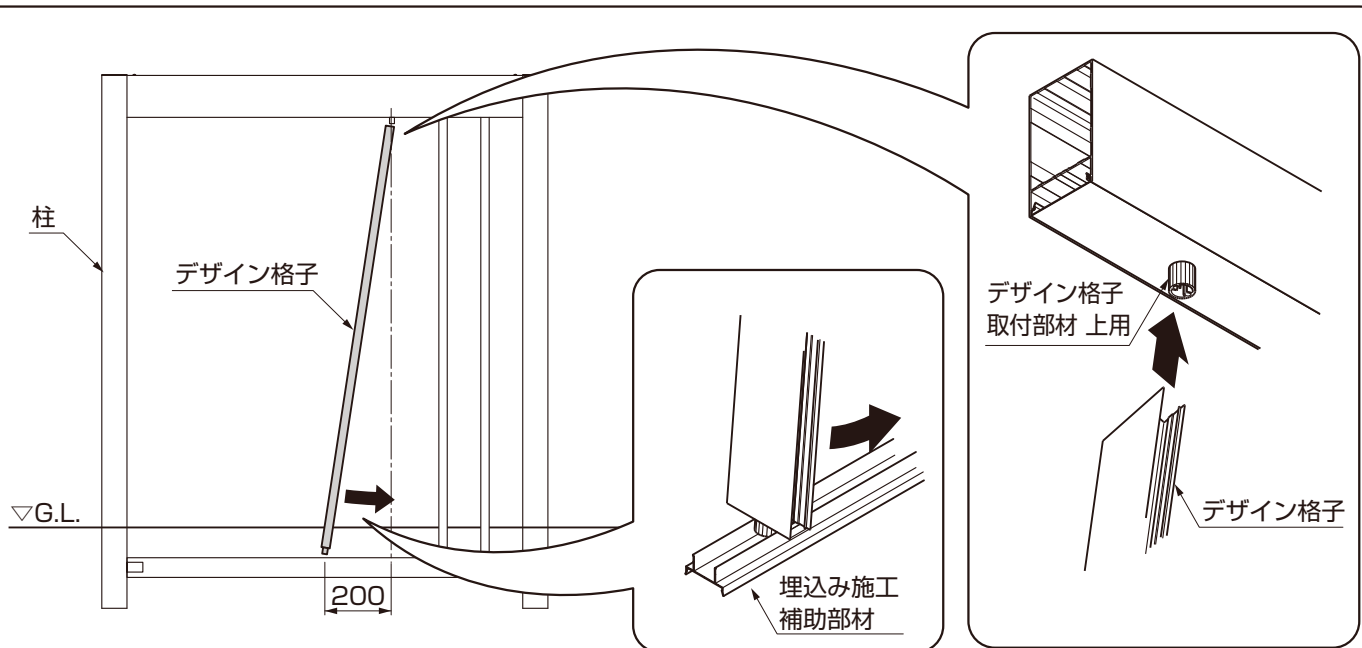

図9-8
- ②デザイン格子取付け部材 上用の取付け後、図9-8を参考にデザイン格子をデザイン格子取付け部材 上用、埋込み施工補助部材に入るよう斜めにして取付けてください。この際に作業幅が200mm程度必要となります。